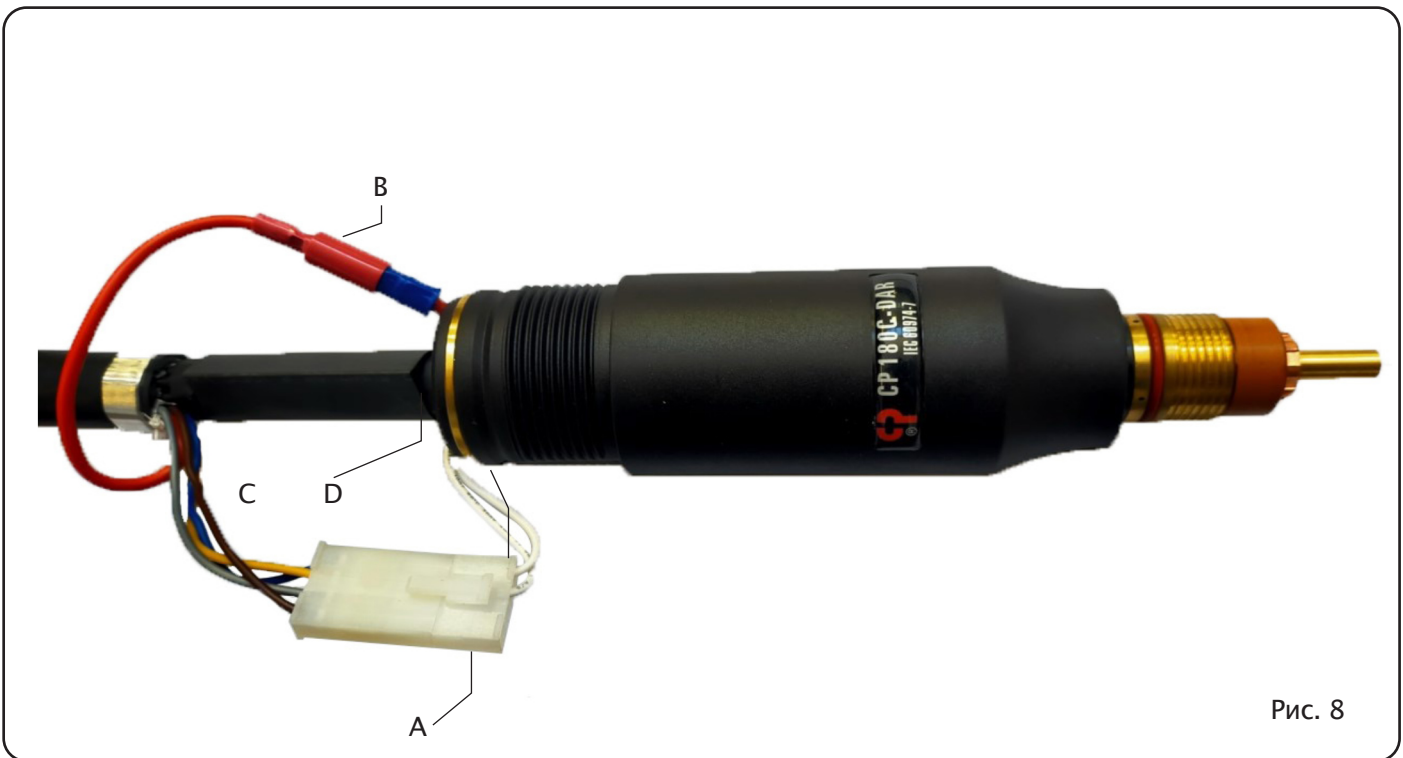

Рис. 8
- Открутите фиксирующие штифты **G1** и **G2**, затем ручку **M**, отодвиньте ее назад, пока все кабели не будут видны (см. Рис. 8).
- Закрутите фитинги **D** и **E** в соответствии с направлением стрелки - Рис. 8.
- Открутите удерживающие штифты **G1** и **G2**, затем потяните ручку **M** назад, пока не станут видны все кабели (см. Рис. 8).
- Закрутите фитинги **D** и **E** согласно направлению стрелки на Рис. 8.